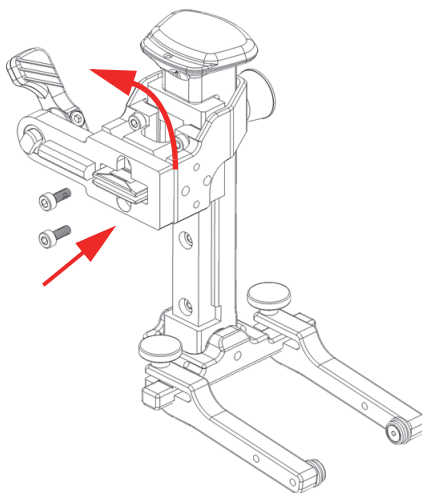

Figura 2-21 Virando o suporte SLA
2. Gire o suporte do SLA em 180 graus (Figura 2-21 na página 52).
3. Coloque os dois parafusos de volta no lugar (Figura 2-21 na página 52).